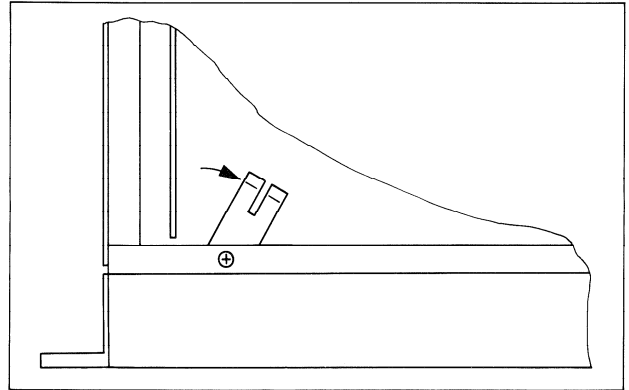

Fig. 4.14
- Linke Spannfeder für Gehäusedeckel mit Kreuzschlitzschraubenzieher lösen und etwas nach rechts drehen um Kurzschluss mit den Kontakten von Servo- 2 PCB zu verhindern (siehe Fig. 4.14).
- Unfasten the left-hand tensioning spring of the housing cover by means of a screwdriver for recessed-head screws and turn it somewhat to the right to prevent short circuit with the contacts of the SERVO 2 PCB (see Fig. 4.14).